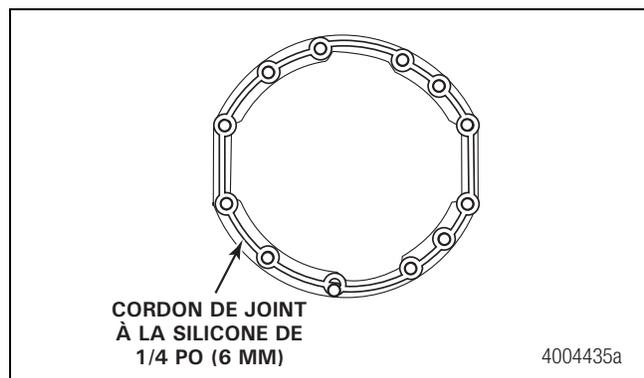

Figure 4.15
10. Appliquer un cordon de joint à la silicone Loctite® 5699 de 1/4 po (6 mm) sur la surface d'étanchéité du carter de pont. Ne pas utiliser le produit à la silicone ThreeBond 1216E. Figure 4.15.